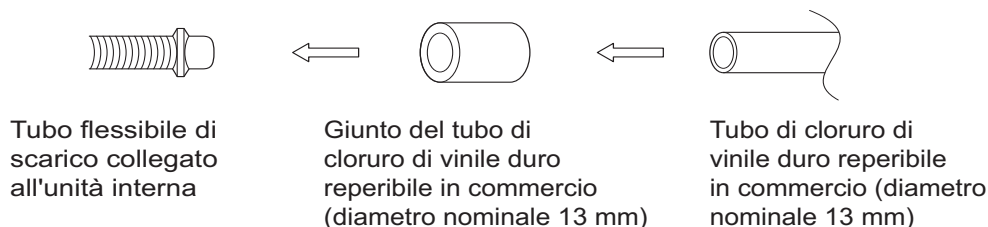

Fig. 20
- Per collegare direttamente un giunto del tubo di cloruro di vinile duro (diametro nominale 13 mm) al tubo flessibile di scarico fissato all'unità interna (ad esempio, per tubazioni incassate e affini), utilizzare un giunto di cloruro di vinile duro per tubi (diametro nominale 13 mm) di tipo disponibile in commercio. **(Fare riferimento alla Fig. 20)**